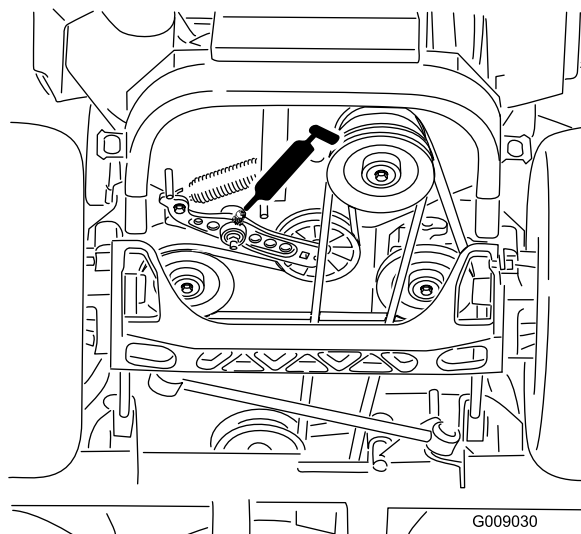

Figure 43
4. Graissez le bras de la poulie de tension de la courroie d'entraînement (Figure 43).